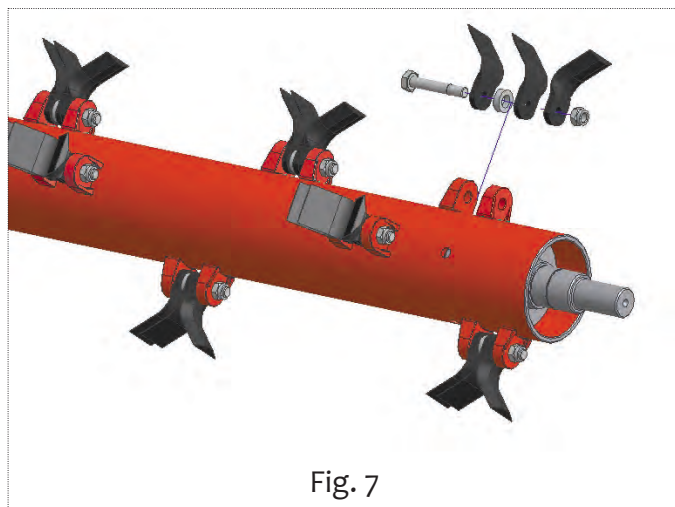

Fig. 7
- die Mutter (Abb. 7) des Schraubbolzens zu entfernen, der den verschlissenen Schlägel festhält, wobei darauf zu achten ist, dass man den neuen Schlägel beim Wiedereinbau in der identischen Position anbringt.
- die Mutter (Abb. 7) des Schraubbolzens zu entfernen, der die verschlissenen Hacken festhält, wobei auf die verschiedenen Komponenten zu achten ist, und insbesondere auf die Position der Abstandhalter (Abb. 7). Beim Wiedereinbau darauf achten, dass die neuen Hacken und die Komponenten in der gleichen Position angeordnet werden.